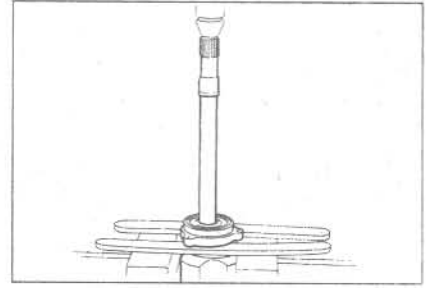

Рис. 8.13 Установка подшипника держателя на вал внутреннего ШРУСа (Глава 4)
- 31 Выдавите корпус подшипника и подшипник из внутреннего соединения расширенной части вала, как показано на Рис. 8.13.